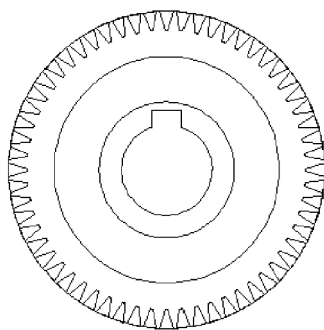

图 13-27 环形阵列
9) 单击【修改】选项板|【阵列】按钮 ↻ 后的倒三角，选择环形阵列 ↻ ，选中拉伸后的齿，按回车键，选定大圆的圆心为阵列的中心点，在命令行输入项目数“60”，填充角度为“360”度，按回车键，阵列后的效果如图 13-27 所示。